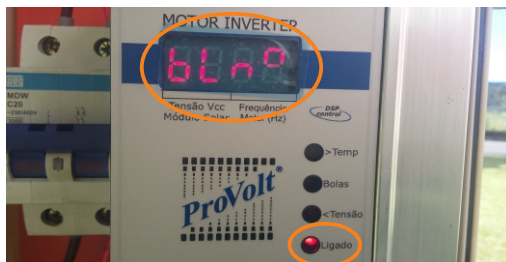

Figura 16: Led “Ligado” e indicação no display “ bloq”
- Após todas as conexões hidráulicas e elétricas estarem feitas de forma correta, ligue o interruptor seccionador no quadro com inversor de frequência FAMAC SOLAR. Isto conectará a alimentação em CC do inversor e um led “Ligado” se acenderá. A chave ON/OFF inicialmente estará na posição OFF e no display aparecerá “bloq” (Figura 16).